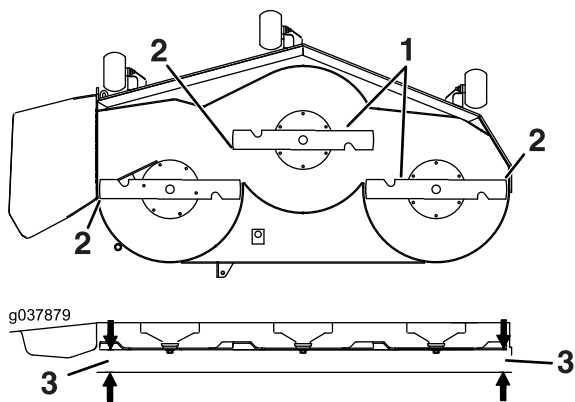

Figura 102
6. Mida entre la punta de la cuchilla y la superficie plana (Figura 102). Si ambas mediciones no están dentro de los 5 mm (3/16"), ajuste la nivelación; siga con este procedimiento.
14. Gire cuidadosamente las cuchillas colocándolas perpendicularmente al sentido de avance de la máquina (Figura 102).